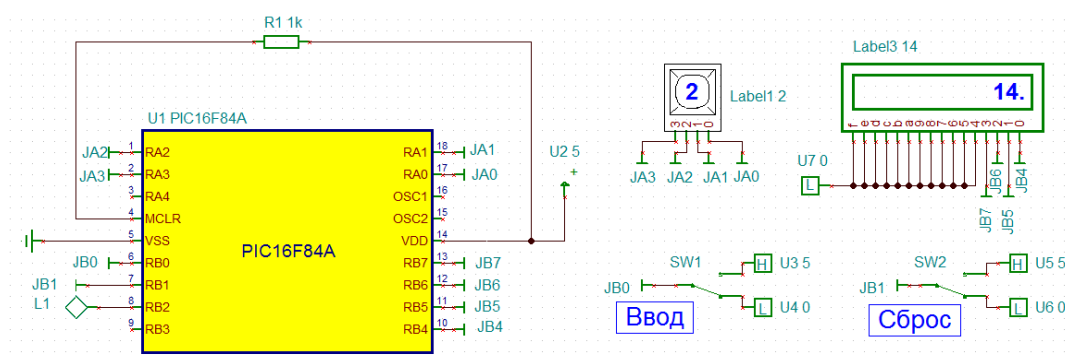

Рис.4.26. Схема модели РПЗУ
1. Собрать схему модели EEPROM (рис.4.26). Сохранить файл LAB8 в папке TI-LAB8. На клавиатуре надо набирать последовательность заданных для бригады трех чисел и вводить эти числа в память ОЗУ по положительному фронту сигнала с ключа SW1 на линии RA4 порта А. Окончание записи в ОЗУ должно регистрироваться зажиганием индикатора L1. После окончания записи в ОЗУ числа требуется записать в EEPROM, последовательно считывать и выводить на дисплей с задержкой